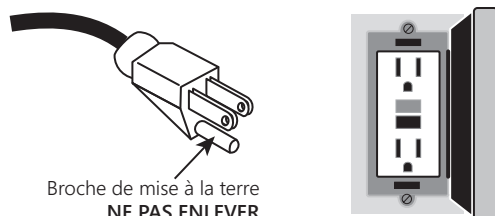

Figure 1. Broche de mise à la terre-ne pas enlever
- ◆ Ne jamais retirer la broche ronde de mise à la terre de la fiche (voir Figure 1). Couper le cordon ou la fiche annulera la garantie et nuira au fonctionnement de la pompe.